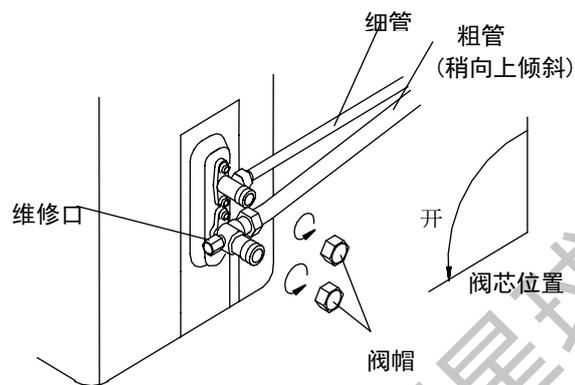

图 18 简易排空法
## (二)、简易排空法(图 18)
6. 将取下的阀帽重新拧紧，将阀门罩和配线盖重新安装好。(参考图 18)